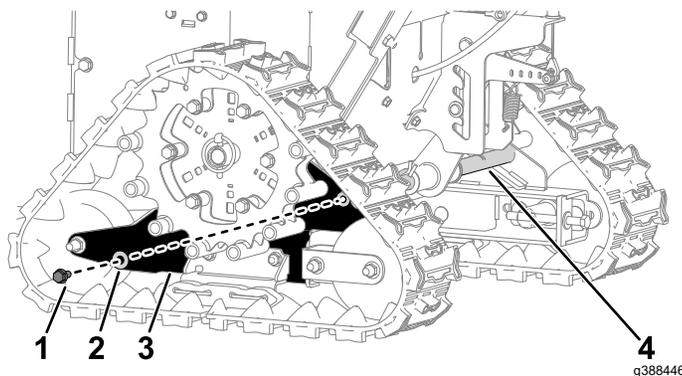

Figura 1
2. Dal lato sinistro della macchina, rimuovete e gettate la vite ($5/16'' \times 3/4''$) e la rondella piana ($3/8'' \times 7/8''$) che fissano il supporto del cingolo alla barra girevole (Figura 1). Ripetete l'operazione sul lato destro.